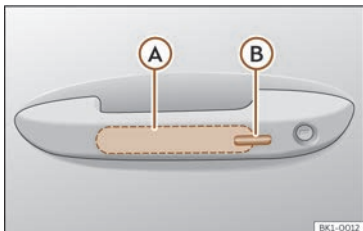

Fig. 72 Maniglia della porta: superficie dei sensori.
>>> **fig. 72**
- Toccare la superficie sensibile >>> **fig. 72** (Ⓑ) situata sul lato esterno della maniglia della porta. Gli indicatori di direzione lampeggiano una volta.
- Prima che trascorrono 5 secondi, toccare una volta il sensore del lato esterno della maniglia della porta >>> **fig. 72 (B)**. Nel farlo, non afferrare la maniglia. Il sistema Keyless Access è disattivato temporaneamente.